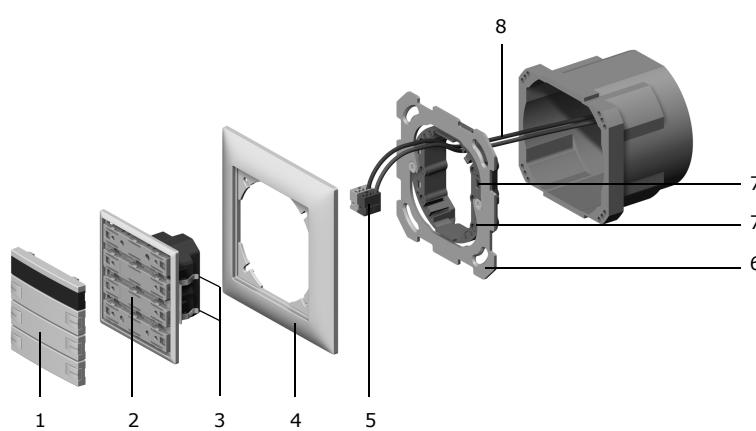

Fig. 1 Einbau | Montage | Montaggio
1. Mantel der Busleitung (8, Fig. 1) ca. 25 - 35 mm abisolieren, ebenso die Busleiter ca. 5 mm abisolieren.
2. Busleiter an die EIB-Klemme (5) anschließen (rot an "+" und schwarz an "-").
3. Montageaufnahme mit Halterung (6) in den Einlasskasten oder auf die Anschlussdose an der Wand montieren.
4. Busleitung (8) mit der EIB-Klemme (5) durch den Abdeckrahmen (4) führen und mit der Bedienoberfläche (2) verbinden.
5. Bedienoberfläche (2) mit Bedientasten/IR-Fenster (1) und Abdeckrahmen (4) so auf die Montageaufnahme (6) aufsetzen, dass die Haltefedern (3) der Bedienoberfläche in die Schlitze (7) des Halterings zu liegen kommen.
6. Bedienoberfläche (2) an die Montageaufnahme (6) andrücken, bis die Haltefedern (3) einrasten.
1. Dénuder la gaine de la ligne de bus (8, Fig. 1) sur 25 à 35 mm, dénuder également les conducteurs de bus sur environ 5 mm.
2. Connecter les conducteurs de bus à la borne EIB (5) (rouge sur "+" et noir sur "-").
3. Monter le support de montage avec bague de fixation (6) dans la boîte d'encastrement ou sur la boîte de raccordement au mur.
4. Faire passer la ligne de bus (8) avec la borne EIB (5) à travers le cadre (4) et la connecter à l'interface utilisateur (2).
5. Monter l'interface utilisateur (2) avec les touches de commande/la fenêtre IR (1) et le cadre (4) sur le support de montage (6) de façon que les ressorts coudés (3) de l'interface utilisateur se placent dans les encoches (7) de la bague de fixation.
6. Presser l'interface utilisateur (2) contre le support de montage (6) jusqu'à ce que les ressorts coudés (3) s'enclenchent.
1. Spolare il cavo bus (8, Fig. 1) per circa 25 - 35 mm, ed anche il conduttore del bus per circa 5 mm.
2. Collegare il conduttore bus al morsetto EIB (5) (rosso con "+" e nero con "-").
3. Montare l'alloggiamento di montaggio (6) con l'anello di ritegno nella scatola incassata o sulla presa a muro.
4. Introdurre il cavo del bus (8) con il morsetto EIB (5) attraverso il telaietto di copertura (4) e collegarlo con la tastiera (2).
5. Applicare la tastiera (2) con i tasti di comando/la finestrella IR (1) e il telaietto di copertura (4) sull'alloggiamento di comando (6) in modo che le linguette (3) della tastiera si innestino negli interstizi (7) dell'anello di ritegno.
6. Premere la tastiera (2) sull'alloggiamento (6) fino a far innestare in sede le linguette (3).